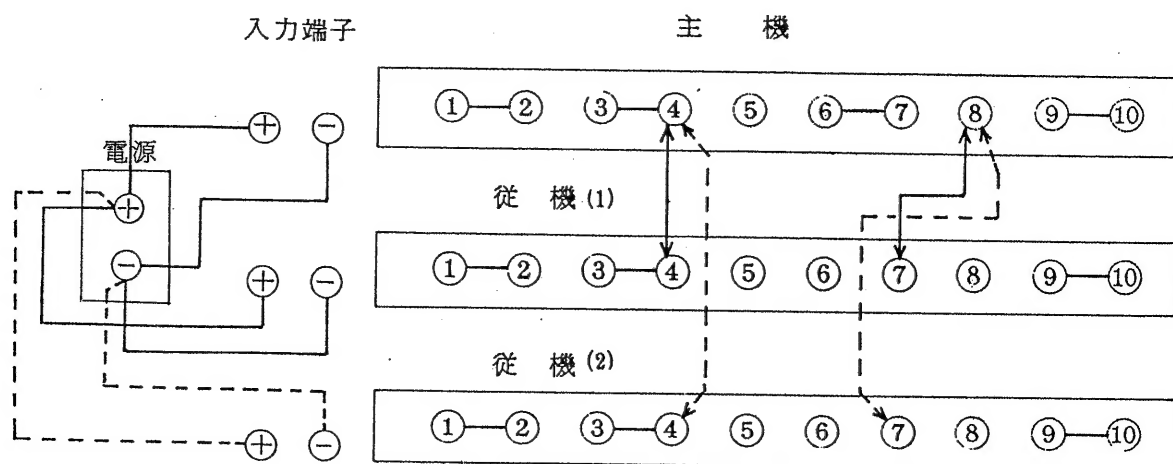

Fig. 11
- 1) 3台の場合の接続法として Fig 11 の様に後面端子板を接続します。(2台の場合は点線の部分の配線が無くなります。